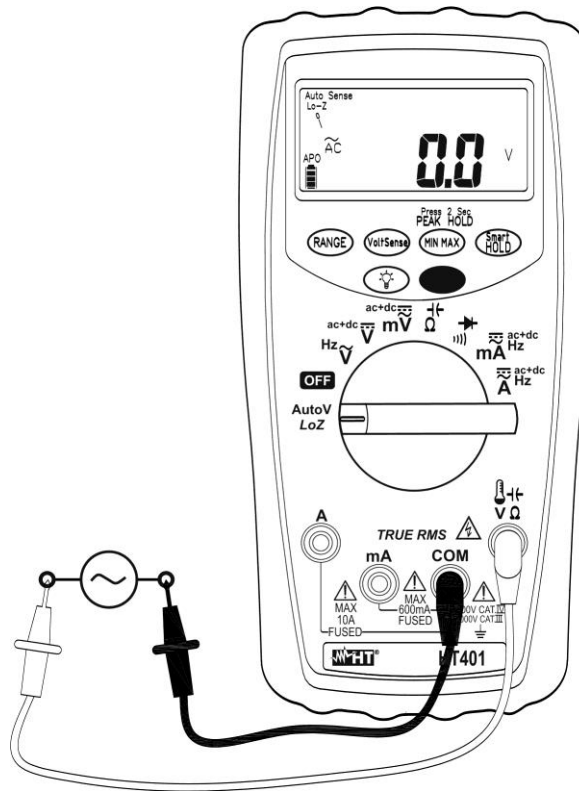

Abb. 4: AC Spannungsmessung (LoZ)
2. Verbinden Sie die rote Messleitung mit der **VΩ** Eingangsbuchse, und die schwarze Messleitung mit der **COM** Eingangsbuchse (siehe Abb. 4)